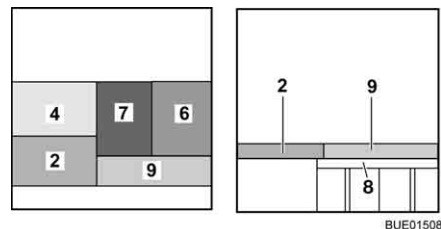

Fig. 146 Depois da transformação
- Coloque o estofado do assento (Fig. 146,7) no meio.
- Coloque o estofado do encosto (Fig. 146,6) entre o estofado do assento (Fig. 146,7) e a parede.
- Coloque o estofado adicional (Fig. 146,9) sobre o acrescento da cama.
- Coloque o estofa do assento (Fig. 146,7) no meio.
- Coloque o estofa do encosto (Fig. 146,6) entre o estofa do assento e a parede.